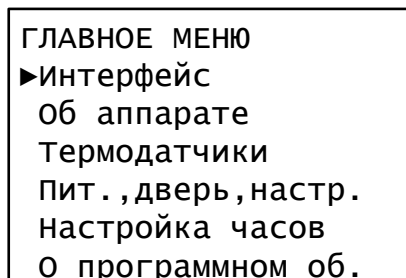

Рисунок 9- Главное меню
4.8.1 Находясь в режиме ожидания нажать кнопку [Режим]. На дисплее появится "Главное меню" (рисунок 9).